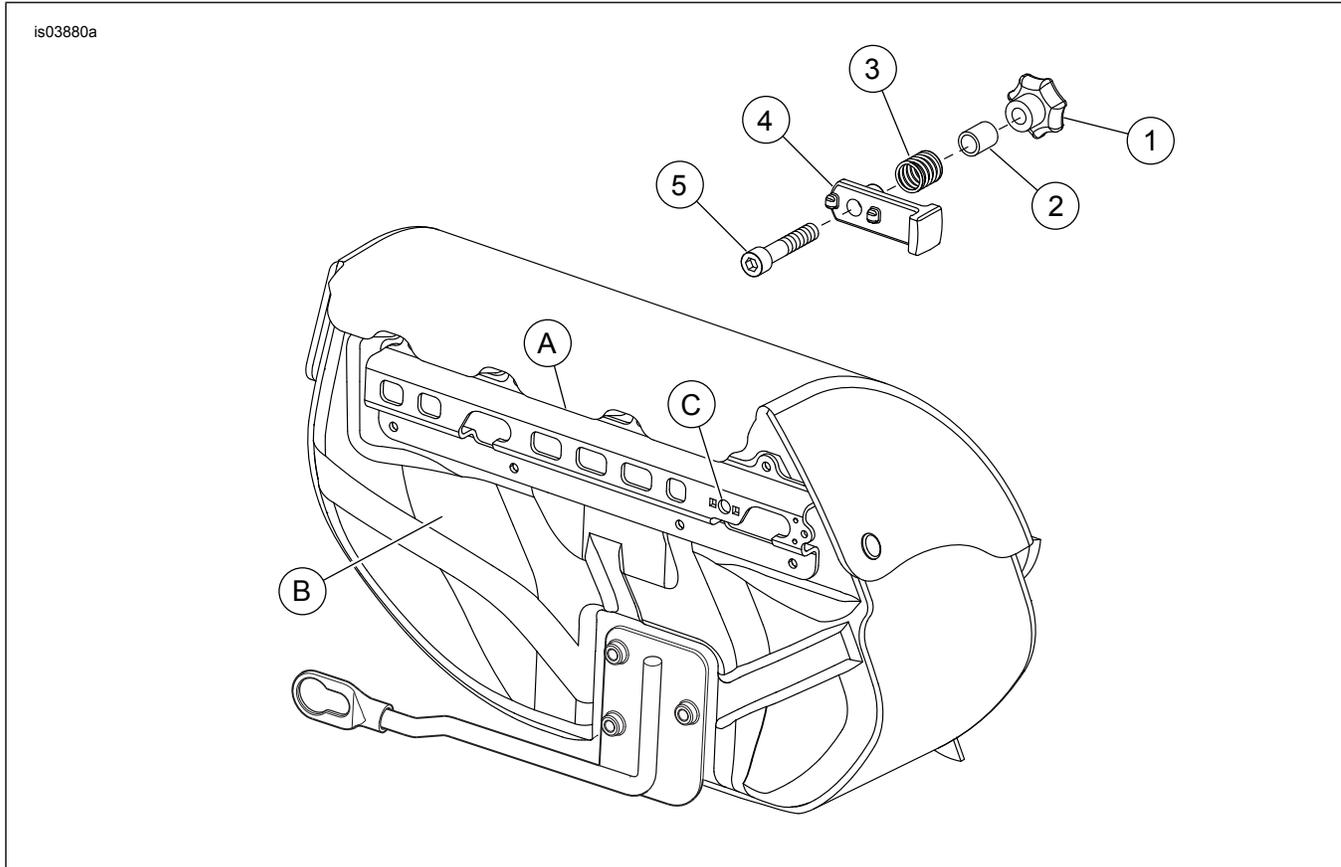

Abbildung 1. Ersatzteile: Verriegelungsfedersatz für abnehmbare Satteltaschen
Siehe Abbildung 1 und Tabelle 1.
2. Siehe Abbildung 1. Den Knopf (1) (in der Satteltasche) nach vorne ziehen und verdrehen (für rechte Satteltasche nach rechts, für linke Satteltasche nach links), damit die Verriegelung (4) in der geschlossenen Position gesperrt ist.
3. Die Verriegelungsschraube (5) mit einem 3/16-in-Sechskantschlüssel festhalten und den Knopf (in der Satteltasche) nach links drehen bzw. abschrauben.
1. Siehe Abbildung 1. Die Feder (3) über dem Außendurchmesser des Gewindenvorsprungs an der Verriegelung (4) einbauen.
2. Die Verriegelung mit der Feder in die Öffnung in der hinteren Satteltaschenhalterung (A) einsetzen, damit sie zwischen der Halterung und der Kunststoff-Satteltaschenrückwand (B) erfasst wird.